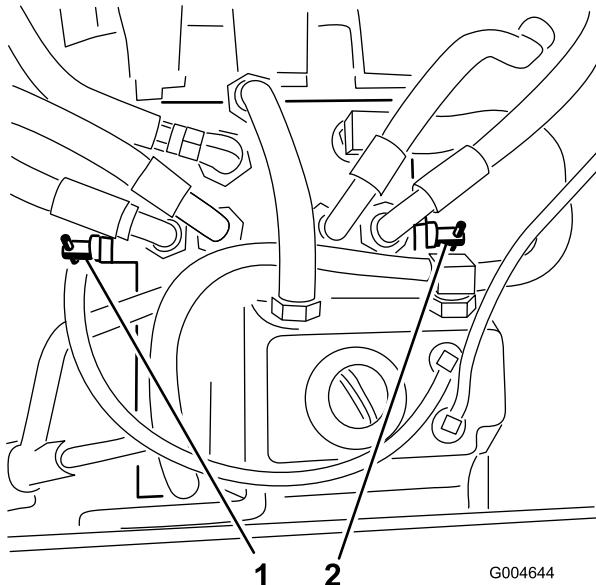

Figura 34
3. Rode cada válvula de derivação no sentido contrário aos ponteiros do relógio 1 volta (Figura 34).
Rode cada válvula de derivação 1 volta no sentido dos ponteiros do relógio e aperte-as à mão (aperte cerca de 8 Nm) (Figura 34).